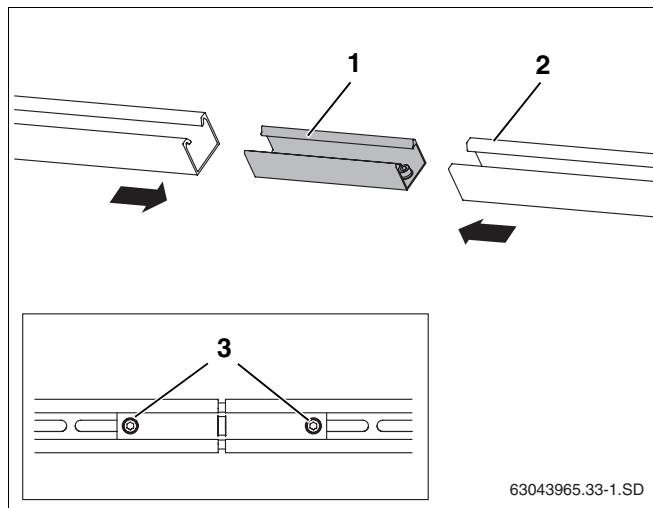

Рис. 31 Соединение профильных реек
- Задвинуть до упора вставку (рис. 31, **поз. 1**) в обе профильные рейки (рис. 31, **поз. 2**).
- Для фиксации затянуть ключом SW5 оба предварительно установленных стопорных винта M10 (рис. 31, **поз. 3**).